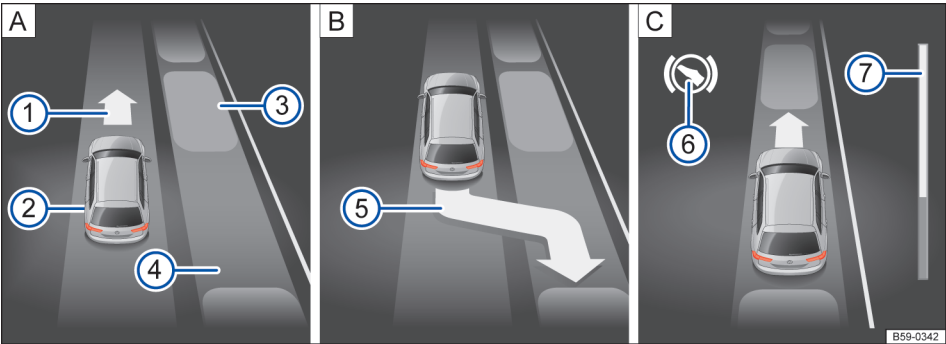
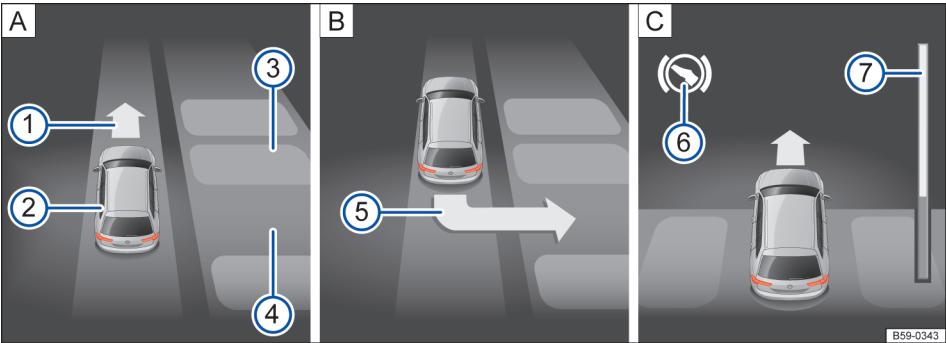

图 172 组合仪表显示器上：与路面平行泊车。A 寻找停车位，B 泊车的位置，C 调车
图 173 组合仪表显示器上：与车道垂直泊车。A 寻找停车位，B 泊车的位置，C 调车
→ 图 172 或 → 图 173 的图例：
在组合仪表的显示器中，进度条显示→ 图 172 ⑦ 或 → 图 173 ⑦ 以符号方式呈现出待行驶的相对距离。距离越长，进度条上的填满状态越大。向前行驶时，进度条的填满部分往上递减，倒车行驶时，进度条的填满部分往下递减。
2.	注意组合仪表显示器中的显示，是否侦测到「合适的」停车位或横向停车位，是否到达 正确的泊车位置→图 172 B 或→图 173 B。
6.	倒车行驶直到泊车雷达系统发出持续音讯号。 或：倒车行驶，直到组合仪表显示器上出现向前行驶要求→图 172 A ① 或→图 173 A ①。 或：直到组合仪表显示器中显示讯息：泊车转向辅助结束。 进度条⑦ 表示待行驶距离→第 178 页。
9.	向前行驶直到泊车雷达系统发出持续音讯号。 或：向前行驶，直到在组合仪表的显示器中出现倒车的要求。 智能泊车辅助系统控制汽车前进或倒车，直到汽车笔直停在停车位或横向停车位中为止→图 172 C 或→图 173 C。